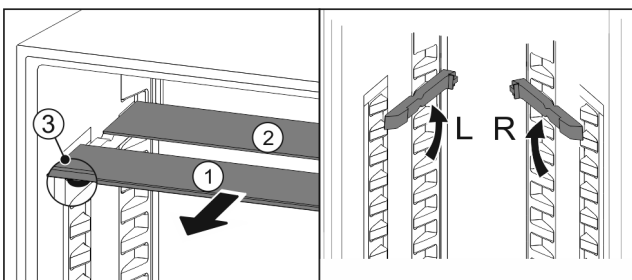

Fig. 112
- Sortir les tablettes par l'avant Fig. 112 (1).
- ▷ La tablette en verre Fig. 112 (1) avec bordure décorative est située à l'avant.
- ▷ Les butées Fig. 112 (3) sont orientées vers le bas.